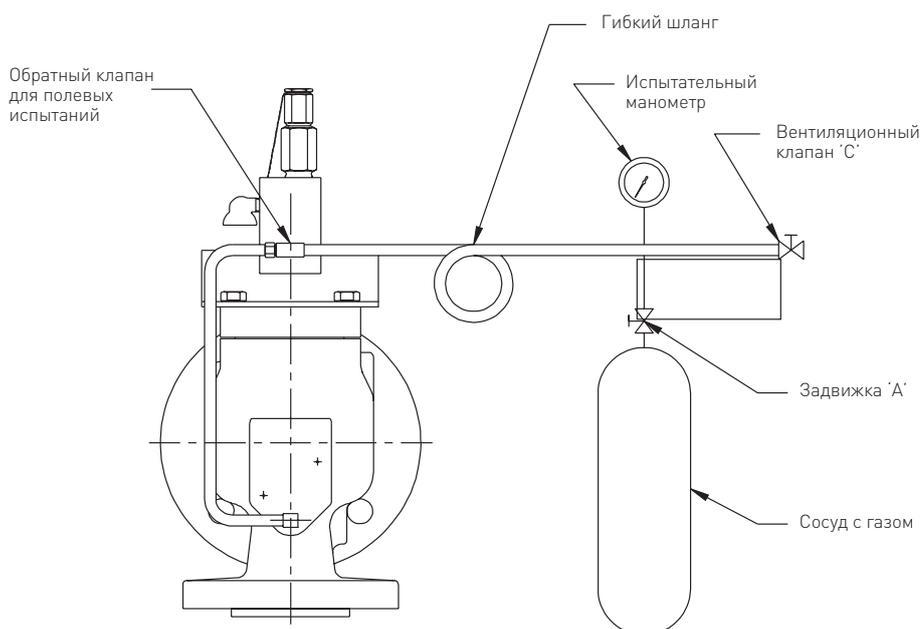

РИСУНОК 5
3.1.2 Для управляющих клапанов, имеющих узлы для проведения испытаний в полевых условиях (Рисунок 5) отсоедините сначала эти узлы от корпуса управляющего клапана (Рисунок 5). Отвинтите втулку от узла и отделите пружину и затвор.